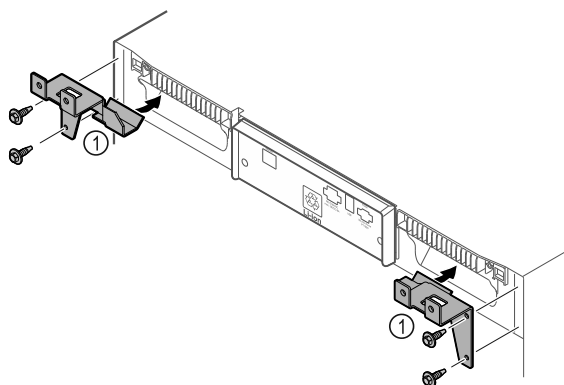

Fig. 12
- ▶ Holdedele Fig. 12 (1) monteres på apparatet med selvskærende skruer.